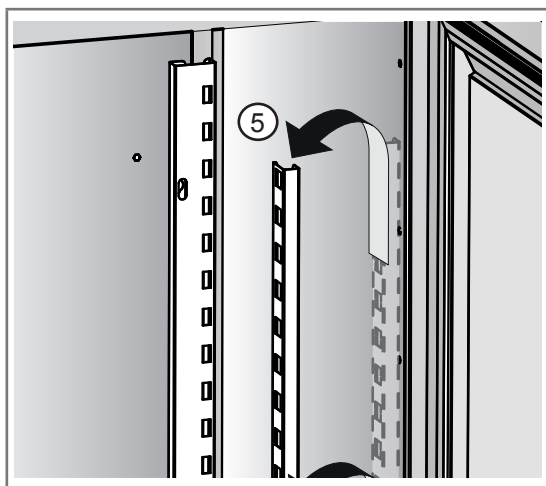

Fig 4.3 - Retrait des crémaillères latérales
2. Retirer les crémaillères latérales (5 - Fig. 4.3)